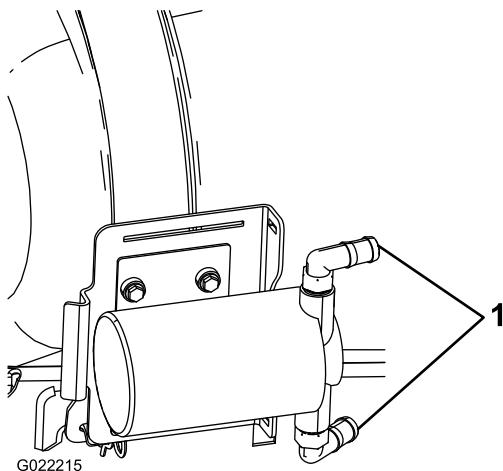

Bild 10
5. Befestigen Sie die Pumpenschlauchzahnungen, wie in Bild 10 abgebildet.